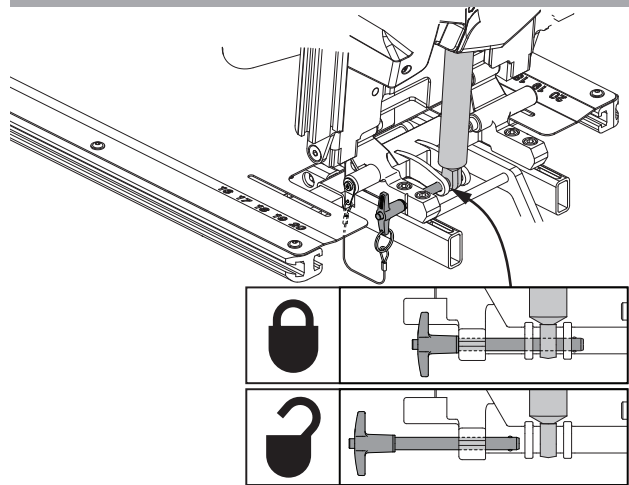
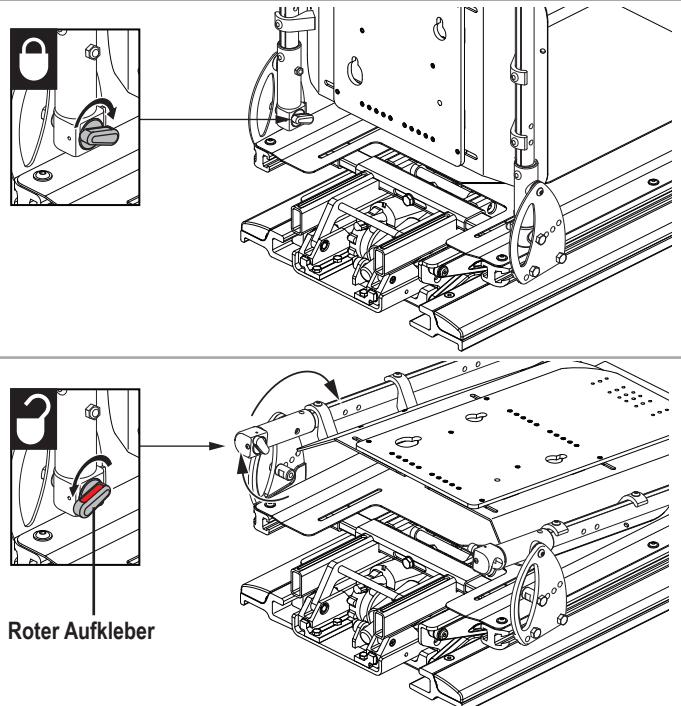

Abbildung 7. Klappbare Rückenlehne (Rastbolzen)
Abbildung 8. Klappbare Rückenlehne (Arretierhebel)
1. Entfernen Sie den Sicherungstift (**siehe Abbildung 7**) ODER drehen Sie die Arretierhebel an den beiden Lehnstangen nach hinten, um die Lehne zu entriegeln. **Siehe Abbildung 8.**
2. Bringen Sie den Rastbolzen wieder an und stellen Sie sicher, dass alle Komponenten festsitzen (**siehe Abbildung 7**) ODER drehen Sie die Arretierhebel an den beiden Lehnstangen nach vorne, um die Lehne zu arretieren. Stellen Sie sicher, dass der rote Aufkleber auf den Arretierhebeln nicht sichtbar ist. **Siehe Abbildung 8.**